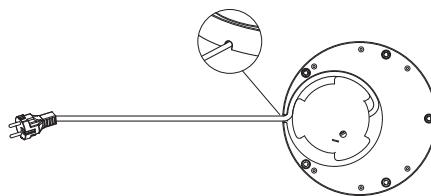

Fig. 2
- Trekk ledningen manuelt ut av ledningsvikleren for å forlenge den. Trekk ut så mye ledning som er nødvendig for å nå stikkkontakten. (fig. 2)